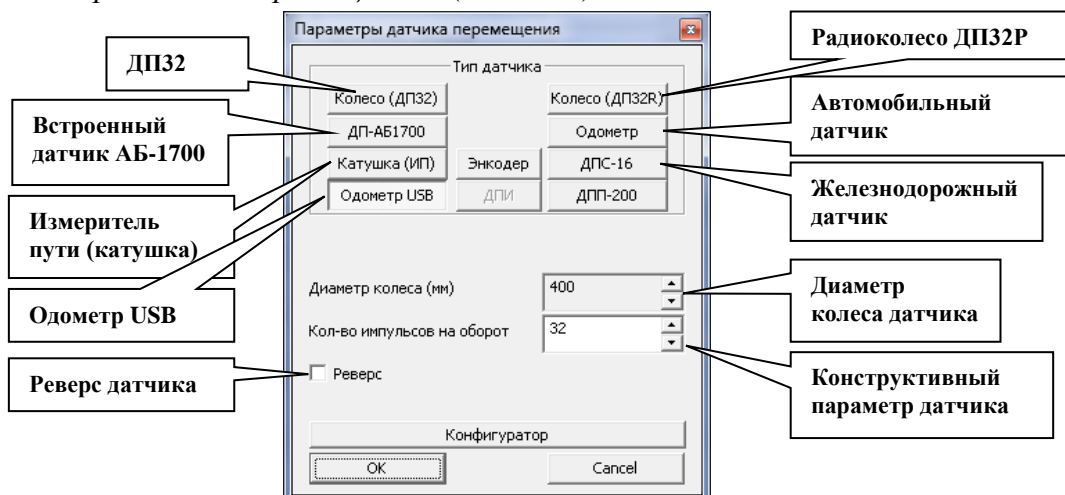

Рис. 3.16 - Окно выбора датчика перемещения
- «Режим 'По перемещению'» - работа производится с механическим датчиком перемещения, параметры которого задаются в окне «Параметры датчика перемещения» (Рис. 3.16). Для открытия этого окна необходимо нажать кнопку «Выбор датчика перемещения» (Рис. 3.15).